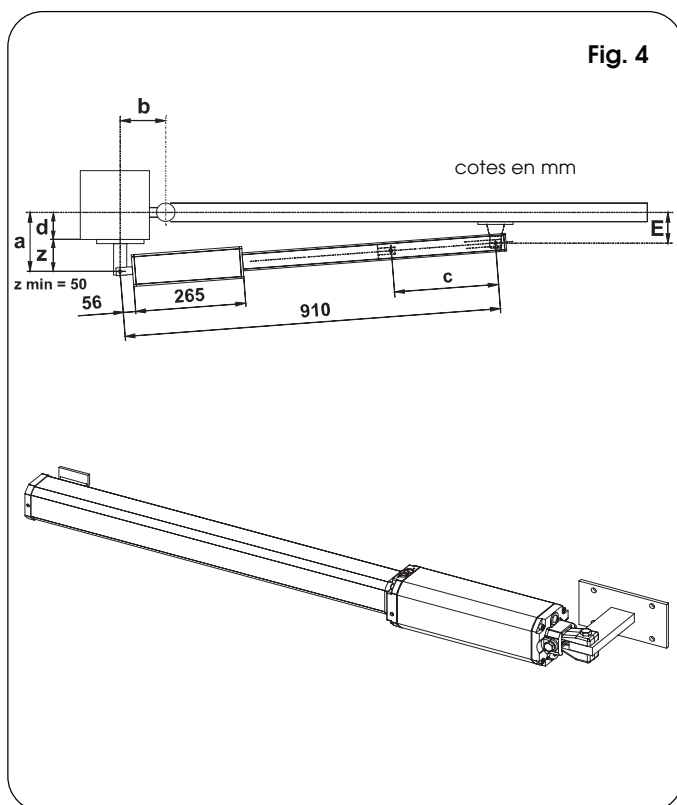

Fig. 4
- pour des raisons d'encombrement de l'opérateur la **cote Z minimale est de 50 mm** (Fig. 4);